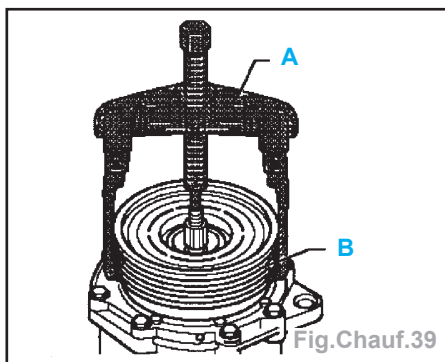

Fig.Chauf.39
- Placer un extracteur à 2 bras (A) de commercialisation courante sur l'épaulement (B) et retirer la poulie (Fig.Chauf.39).